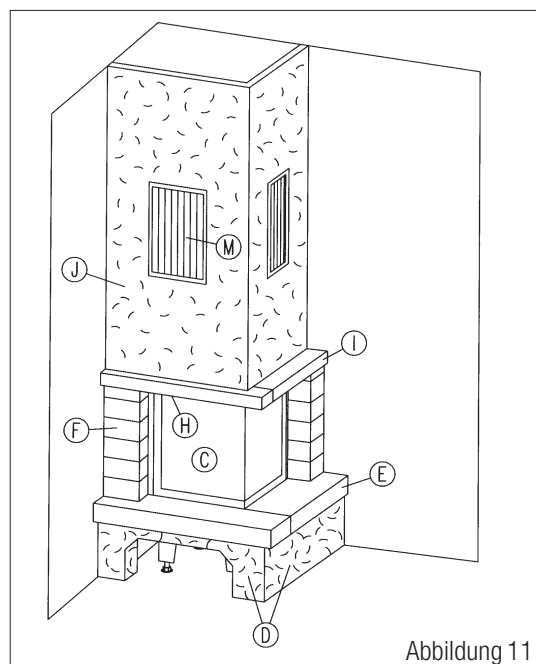

Abbildung 11
11.6 Stecken Sie nun die Lüftungsgitter in die Einbaurahmen. **(Abb. 11)**